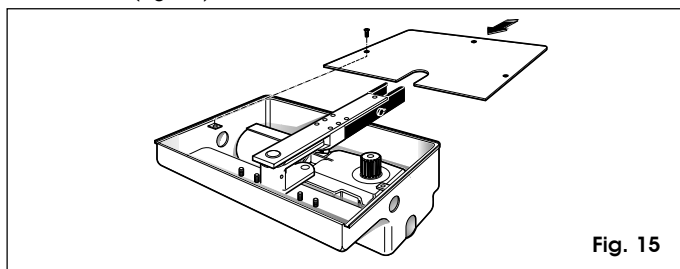

Fig. 15
4) Fixer le couvercle du caisson portant au moyen des vis fournies (fig. 15).